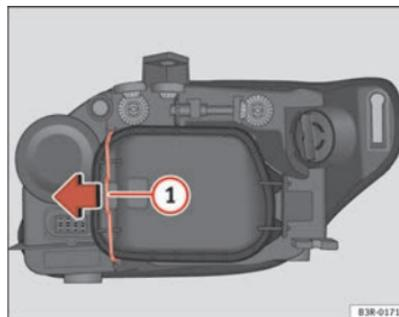

Abb. 214 Standlicht (Fahrzeuginnenseite)
- Den Spanner \Rightarrow Seite 282, Abb. 214  in Pfeilrichtung bewegen und den Deckel abnehmen, indem zuerst die Seite des Spanners und danach die beiden Laschen des anderen Endes des Deckels abgenommen werden.